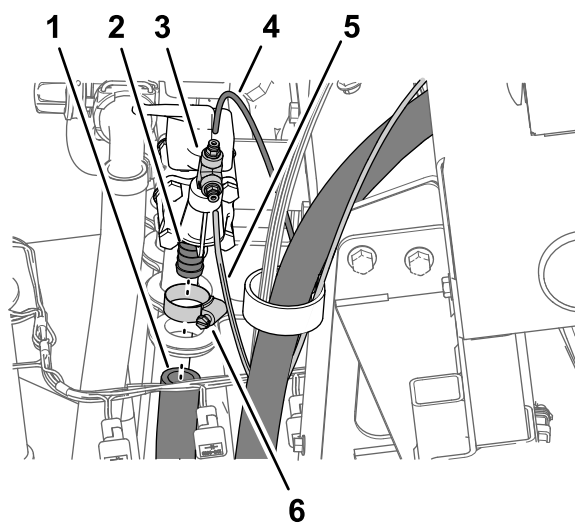

Figura 21
1. Na extremidade direita da válvula de controlo da pressão, retire a braçadeira do tubo que prende o tubo de entrada à união estriada da válvula de controlo e retire o tubo da união (Figura 21).
2. Pressione o anel de tensão para o acoplador do tubo e retire o tubo sensor de pressão para o indicador de pressão no painel da máquina (Figura 21).
3. Pressione o anel de tensão para o acoplador do tubo e retire o tubo sensor de pressão para o indicador de pressão do cilindro de tubagem (Figura 21).
- Retire a união em T e os acopladores de tubos do cotovelo a 90° na extremidade da válvula de controlo da pressão (Figura 21).